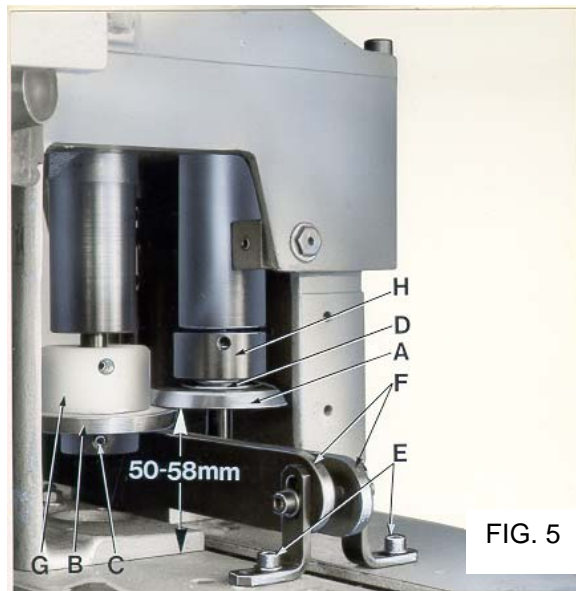

FIG. 5
The cutting height of the knives is adjustable from 50 to 58 mm (1 31/32 to 2 9/32 in.), measured from the upper surface of chain case (see Fig. 5). The standard setting is 54 mm (2 1/8 in.).
To replace the knives (A, B, Fig. 5), remove the chip chute, the left hand guard and the two guide rails (F, Fig. 5) which are fastened with four screws (E, Fig. 5). Turn the knives in a position where the screw (C, Fig. 5) located in the hub of the lower knife (B, Fig. 5) is accessible from the left. Loosen screw (C, Fig. 5) with the special screw driver No. 95620 and remove lower knife (B, Fig. 5), upper knife (A, Fig. 5) and spring (D, Fig. 5).
**NOTE:** There is no screw in the hub of the upper knife (A, Fig. 5).
When assembling, slip spring (D, Fig. 5) and upper knife (A, Fig. 5) on the front knife shaft. Turn the knife to and fro, until the Woodruff key, cemented in the knife shaft, engages with the key groove in the knife hub. Hold upper knife in position. Slip the lower knife (B, Fig. 5) on the rear
Die Schneidhöhe der Messer ist im Bereich von ca. 50 bis 58 mm einstellbar, von der Oberkante des Kettenkastens aus gemessen (siehe Fig. 5). Die Grundeinstellung beträgt 54 mm.
Zum Auswechseln der Messer (A, B, Fig. 5) entfernen Sie die Abfallrinne, den linken Handschutz, sowie die beiden Führungsschienen (F, Fig. 5), die mit vier Schrauben (E, Fig. 5) befestigt sind. Drehen Sie die Messer soweit, daß die Schraube (C, Fig. 5) in der Nabe des Untermessers (B, Fig. 5) von links zugänglich ist. Lösen Sie mit dem Spezial-Schraubendreher Nr. 95620 die Schraube (C, Fig. 5) und nehmen Sie das Untermesser (B, Fig. 5) und Obermesser (A, Fig. 5) sowie die Feder (D, Fig. 5) heraus.
**BEACHTEN SIE:** Die Nabe für das Obermesser (A, Fig. 5) enthält keine Befestigungsschraube.
Beim Einbau schieben Sie die Feder (D, Fig. 5) und das Obermesser (A, Fig. 5) auf die vordere Messerwelle. Drehen Sie das Messer hin und her, damit die in die Welle eingeklebte Scheibenfeder in die Keilnut der Messernabe eingreift. Halten Sie das Obermesser fest. Schieben Sie das Untermesser
knife shaft, so that the Woodruff key engages with key slot, and push the lower knife with the upper knife up to the stop on plastic collar (G, Fig. 5). Tighten screw (C, Fig. 5) in the hub of the lower knife securely. The collar (G, Fig. 5) serves as a stop for the set cutting height of the knives. Therefore, it is not necessary to readjust the height when replacing the knives. It also prevents the cut-off bag strips from being wound-up on the knife shaft. The pressure exerted by the upper knife on the lower knife can be reduced or increased by raising or lowering collar (H, Fig. 5).
Reassemble the two guide rails (F, Fig. 5), the left hand guard and the chip chute. The chip chute should be set as close as possible to the lower knife without contacting the knives, the knife shafts or the collars.
(B, Fig. 5) auf die hintere Messerwelle, so daß die Scheibfeder in die Keilnut eingreift und drücken Sie das Untermesser mit dem Obermesser nach oben bis das Untermesser am Stellring aus Kunststoff (G, Fig. 5) anschlägt. Ziehen Sie die Schraube (C, Fig. 5) in der Nabe des Untermessers gut an. Der Stellring (G, Fig. 5) dient als Anschlag für die eingestellte Schneidhöhe der Messer, so daß nach einem Messerwechsel die Höhe nicht neu eingestellt werden muß und verhindert, daß sich die abgeschnittenen Sackstreifen um die Messerwelle wickeln. Durch Höher- oder Tieferstellen des Stellrings (H, Fig. 5) kann der Druck den das Obermesser auf das Untermesser ausübt, verringert oder erhöht werden.
Montieren Sie die beiden Führungsschienen (F, Fig. 5), den linken Handschutz und die Abfallrinne wieder. Die Abfallrinne muß so dicht wie möglich ans Untermesser gesetzt werden ohne die Messer, die Messerwellen oder Stellringe zu berühren.